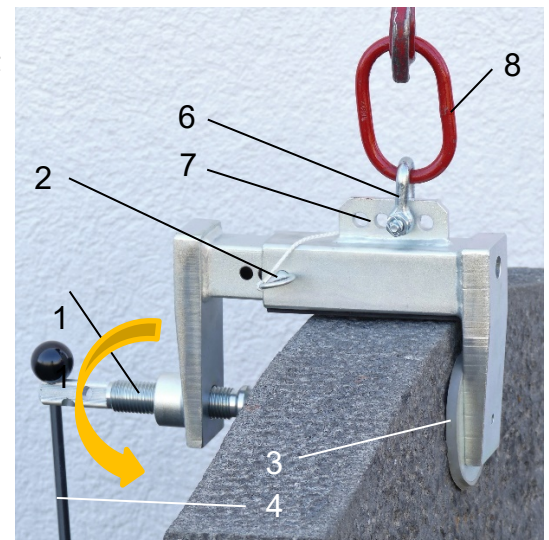

Abb. 2
- Spindel (1) soweit wie möglich gegen den Uhrzeigersinn drehen, bis die maximale Öffnungsweite zur Verfügung steht (Abb. 2).
- Die erforderliche Öffnungsweite über den Steckbolzen (2) einstellen (Abb. 2). Steckbolzen (2) sichern.
- Spindelzange in Plattenmitte (im Schwerpunkt) aufsetzen und die feste Backe (3) dicht an die Platte rücken (Abb. 2).
- Zange soweit absenken bis der Ovalring (8) entlastet ist (Abb. 2).